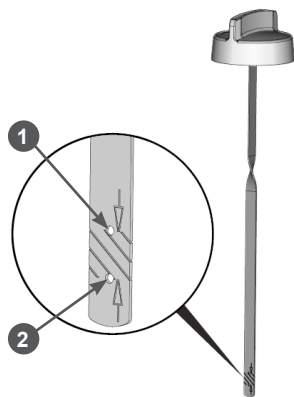

Рис. 17 Крышка-щуп маслозаливной горловины
10. Подождите 1 минуту, совместите выступы на крышке-щупе и пазы на маслозаливной горловине, установите крышку-щуп в отверстие маслозаливной горловины. Затем аккуратно вытащите щуп и осмотрите его. Уровень масла должен соответствовать верхней отметке 1 на щупе (Рис. 17). При недостаточном уровне масла в картере необходимо долить масло до верхней отметки на щупе. Не допускайте перелива или превышения максимального уровня масла в картере двигателя.